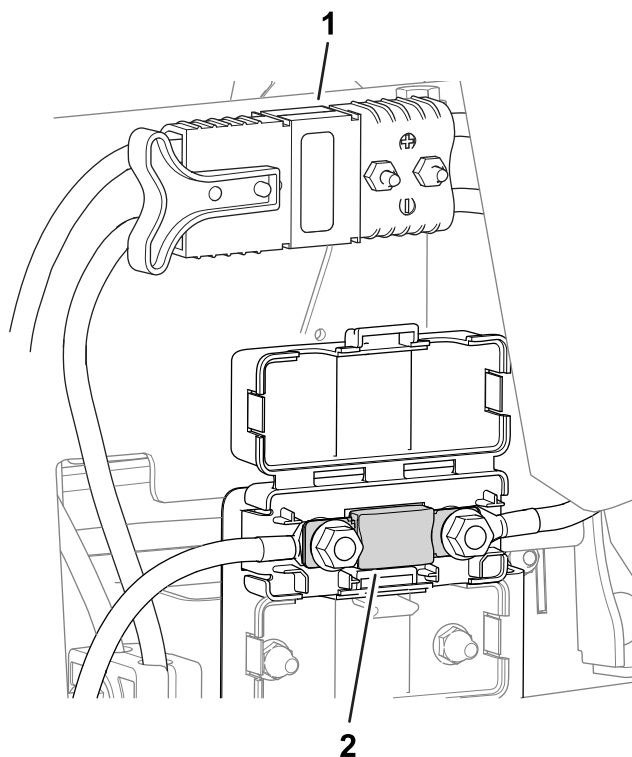

図 49
- 回路保護用のヒューズは主電源コネクタの下にあります 図 49。